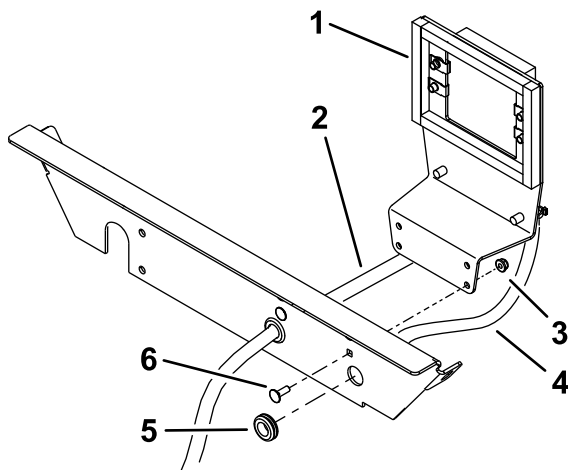

Figura 5
1. Instale os olhais no suporte do radiador (Figura 5).
2. Encaminhe os tubos através dos olhais (Figura 5).